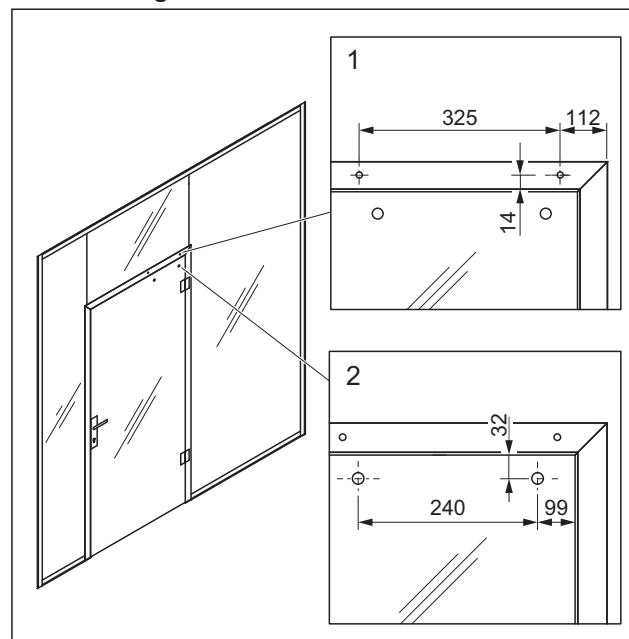

Abb. 5 Abzugsmaße für ein UNIQUIN-Türschließersystem
1. Sicherstellen, dass die Einbausituation für die Montage des Türschließersystems gegeben ist (Abb. 5).